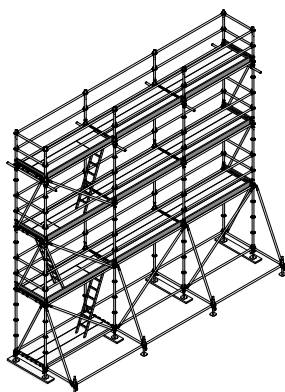

Abb. 26.1
- Komplettes Gerüst, wie dargestellt (Abb. 26.1)